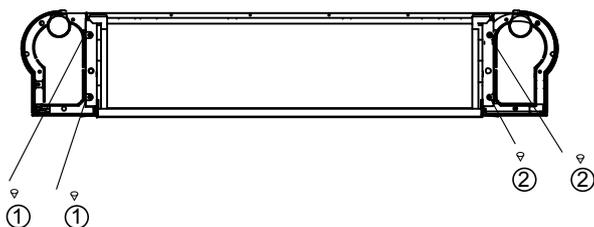
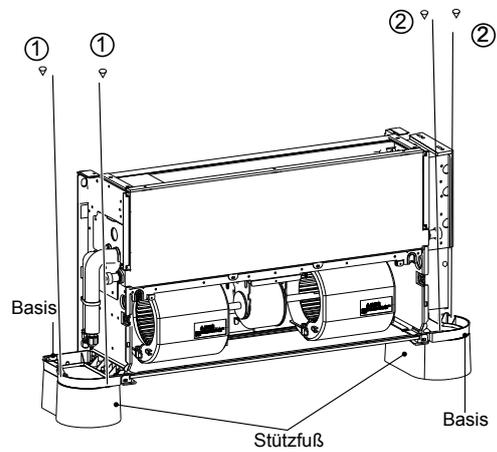

Abb. 4-6a, für Produkt mit Gehäuse
Abb. 4-6b
Die Pads, die in Abb. 4-6a, Abb. 4-6b sind optional.
- Bei dem Produkt mit Gehäuse müssen Sie die Sockel gemäß laut Abb. 4-6a.
- Positionieren Sie die Befestigungslöcher am Boden des Geräts auf den entsprechenden Schuhbefestigungsbolzen und montieren Sie die Schrauben ①\*2 und ②\*2 zum sichern die Grundlage laut Abb. 4-6b.